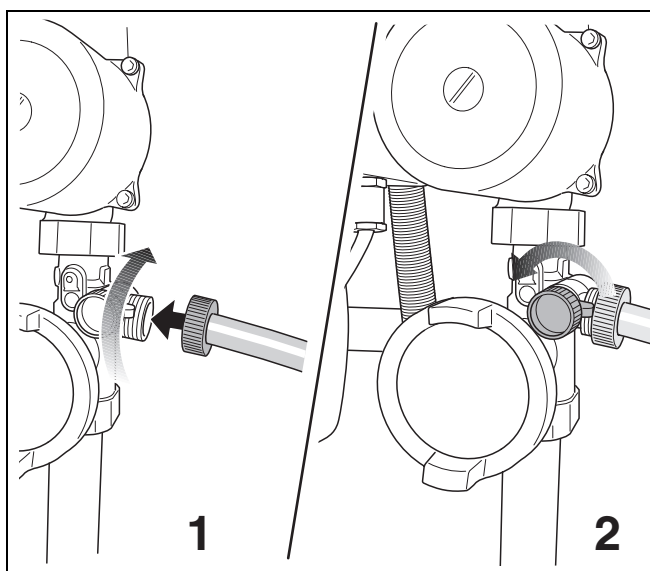

Рис. 10 Подсоединение шланга / Открывание крана для заполнения и слива
- Подсоединить шланг к подключению для воды и наполнить водой (рис. 10).